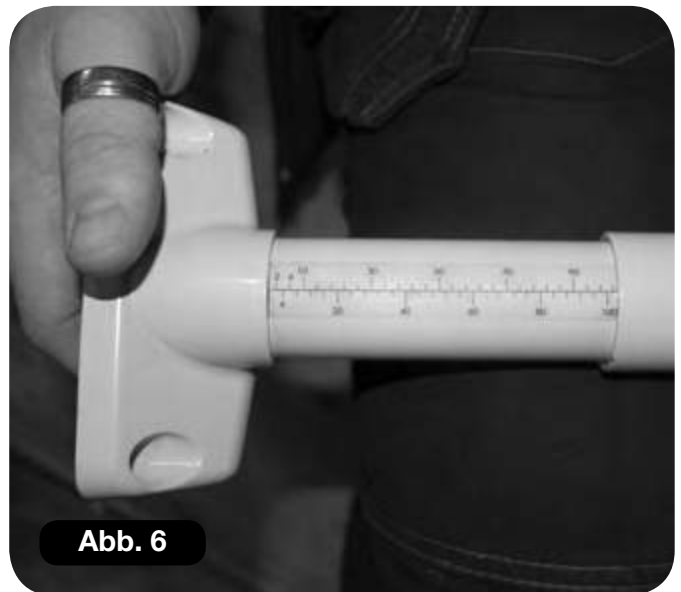

Abb. 8
- 3 Die obere Schiene an den beiden Stützen befestigen. Die mitgelieferten Stützen/Schienen-Schrauben benutzen (**Abb. 8**).